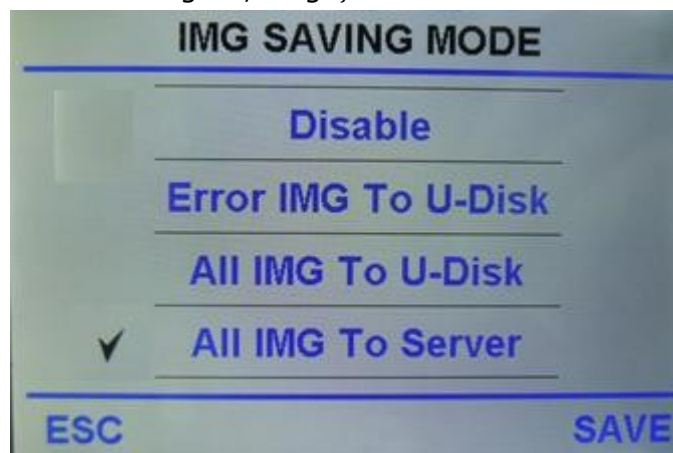

Fig.58
- a) Mergeți la User Setting – Cash Information – Image Saving Mode și efectuați setările ca în Fig.58, alegeți ALL IMG To Server.